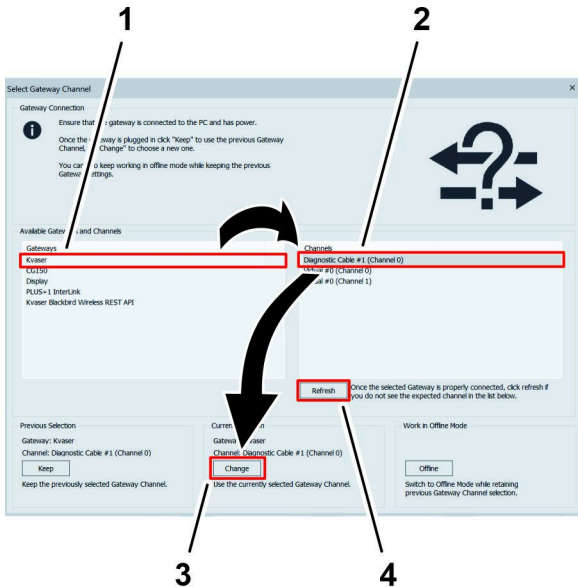

Figure 40
10. Sur l'écran Sélectionner un canal de passerelle, cliquez sur l'option Kvaser dans la liste de Passerelles (Figure 40).
11. Dans le menu Canaux, cliquez sur l'option Câble de diagnostic (Figure 40).
appuyez sur le bouton Actualiser (Figure 40) sur l'écran Sélectionner un canal de passerelle, puis cliquez sur l'option Câble de diagnostic.
12. Cliquez sur le bouton CHANGER sous la rubrique Sélection actuelle (Figure 40).